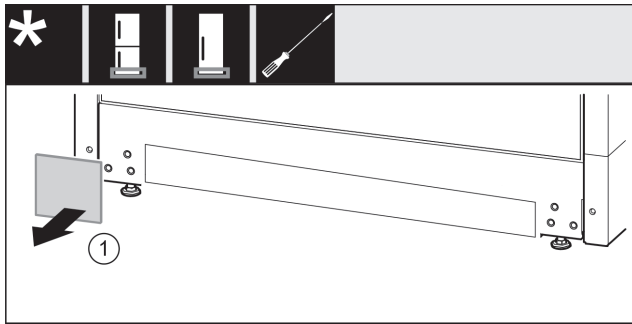

Fig. 17
- ▶ Зніміть кришку. Fig. 17 (1)